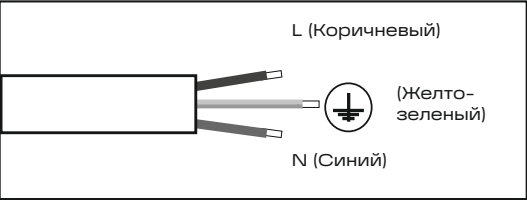

Рис. 4
- 5.14 Для выполнения электрических подключений обратиться к схеме на рис. 4.